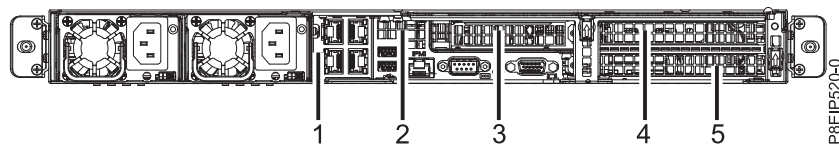

Figure 44. Positions des cartes 8001-12C
2. Une carte peut partager une carte mezzanine PCIe avec d'autres cartes. Etiquetez et retirez tous les câbles et connecteurs sortant des cartes. Voir figure 44.